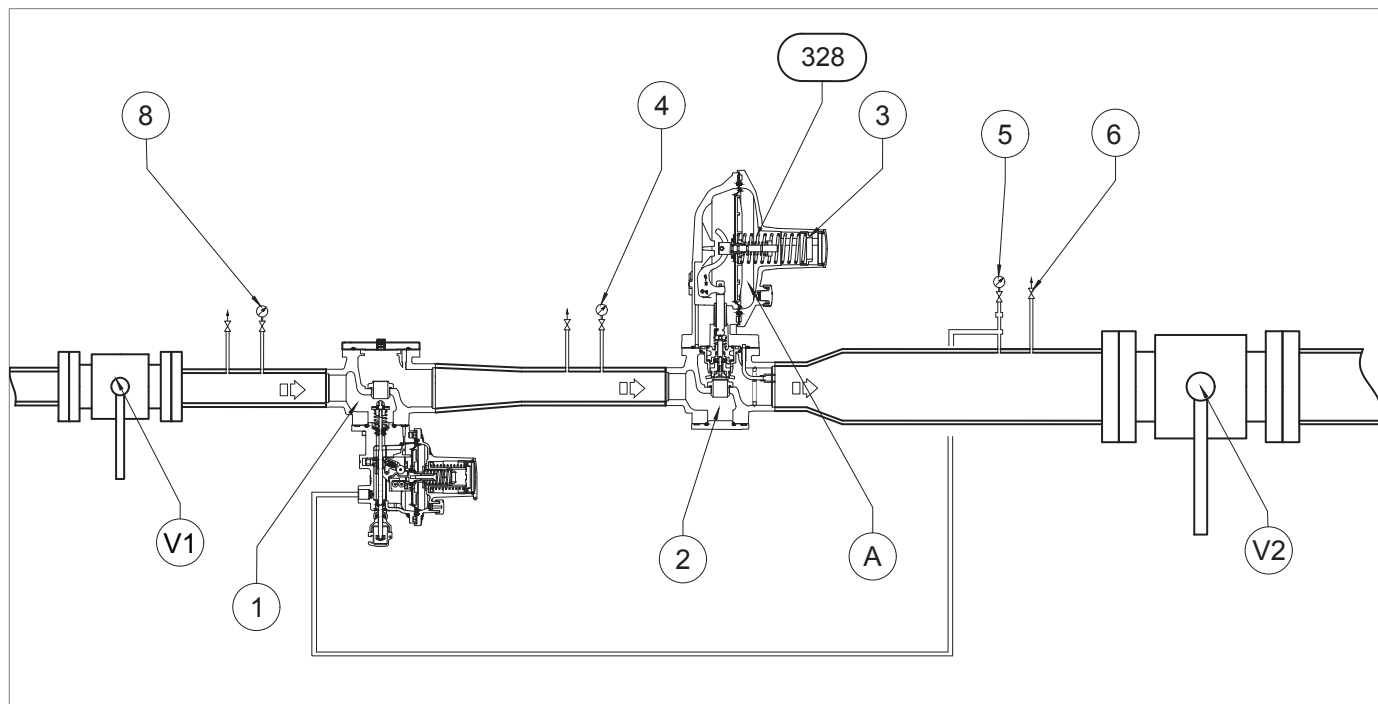

Fig. 8.15. Messa in servizio della valvola di blocco DILOCK installata a monte del regolatore
1	<p>Aumentare la pressione di valle (Pd) fino al valore di intervento della valvola di blocco, per verificarne la corretta taratura, utilizzando una fonte di pressione esterna (Fig. 8.17).</p> <div style="border: 1px solid black; padding: 5px;"> <p>! AVVISO!</p> <p>Controllare la pressione facendo riferimento al manometro (Fig. 8.15, rif. 5) posto a valle del regolatore.</p> <p>Se la valvola di blocco:</p> <ul style="list-style-type: none"> <li>• interviene prima del valore di pressione previsto: avvitare (senso orario) la ghiera di regolazione (13) così da comprimere maggiormente la molla (11);</li> <li>• non interviene al valore di pressione previsto: svitare (senso antiorario) la ghiera di regolazione (13), così da scaricare la molla (11).</li> </ul> </div>
2	Diminuire la pressione del tratto di valle aprendo lo sfiato (Fig. 8.15, rif. 6) per portarla fino al valore di taratura del regolatore.
3	Chiudere il rubinetto di sfiato (Fig. 8.15, rif. 6).
1	Aprire parzialmente il rubinetto di scarico (Fig. 8.15, rif. 6) e tenerlo aperto per le fasi successive.
2	<p>Diminuire la pressione di valle fino alla pressione minima richiesta di intervento della valvola di blocco.</p> <div style="border: 1px solid black; padding: 5px;"> <p>! AVVISO!</p> <p>Controllare la pressione facendo riferimento al manometro di valle (Fig. 8.15, rif. 5).</p> <p>Se la valvola di blocco:</p> <ul style="list-style-type: none"> <li>• interviene prima del valore di pressione previsto: svitare (senso antiorario) la ghiera di regolazione (15) così da scaricare la molla (17);</li> <li>• non interviene al valore di pressione previsto: avvitare (senso orario) la ghiera di regolazione (15), così da comprimere maggiormente la molla (17).</li> </ul> </div>
3	Chiudere il rubinetto di scarico (Fig. 8.15, rif. 6).